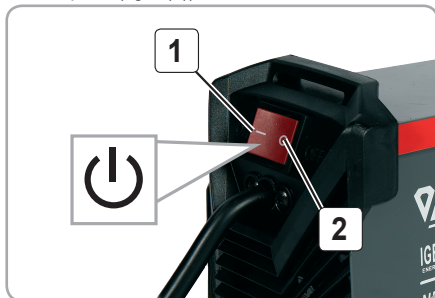

Fig.5
- Aparatul pornește prin conectarea cablului de alimentare la priză și apăsarea întrerupătorului în poziția Pornit (fig.5 (1)).
- Aparatul se oprește, apăsând întrerupătorul în poziția Oprit și deconectând cablul de alimentare de la priză (fig.5 (2)).